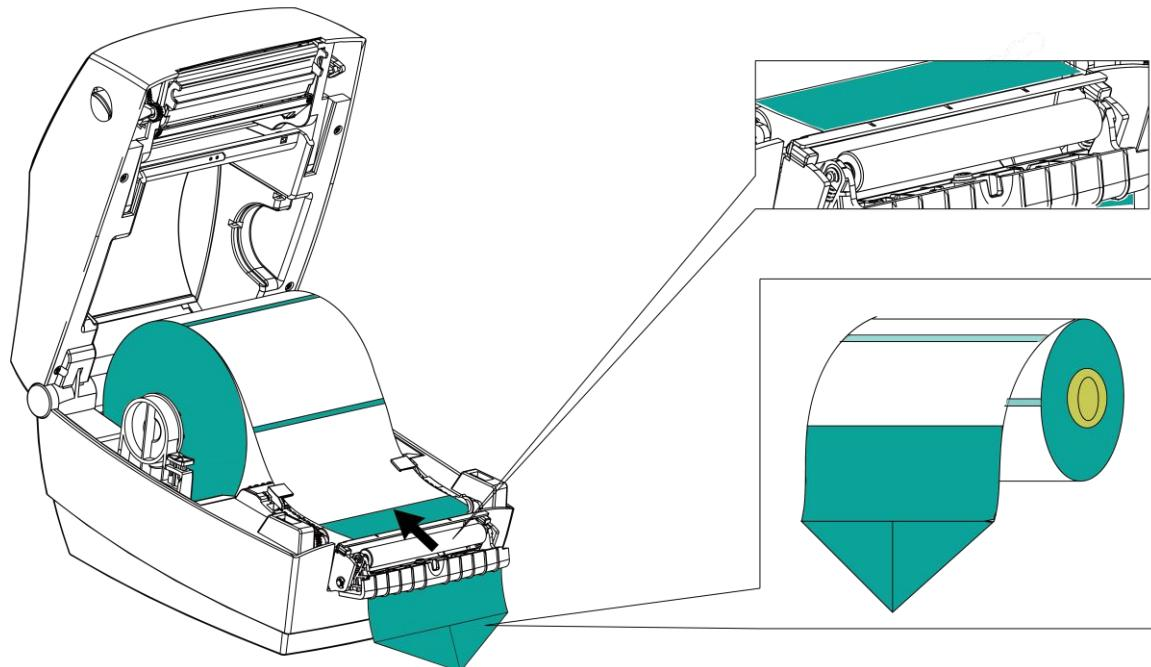

Рисунок 43. Установка этикеток
- 6** Отделить несколько этикеток от подложки этикет-ленты, сложить подложку и протянуть ее в щель отделителя (рисунок 43).